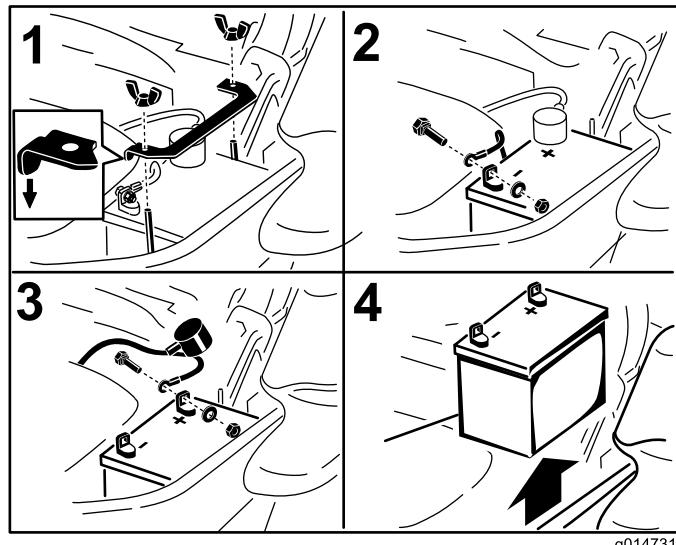

Figura 46
3. Primero desconecte el cable negativo (negro) del borne negativo (-) (negro) de la batería (Figura 46).
4. Retire la cubierta de goma roja del borne positivo (rojo) de la batería y retire el cable positivo (+) (rojo) (Figura 46).
5. Retire la tuerca de orejeta que sujeta la abrazadera de la batería (Figura 46).
6. Retire la abrazadera (Figura 46).
- Coloque la batería en la bandeja, con los bornes frente al depósito de aceite hidráulico (Figura 46).
- Fije los cables con 2 pernos, 2 arandelas, y 2 contratuerca (Figura 46).
- Instale la abrazadera y sujetela con la tuerca de orejeta (Figura 46).